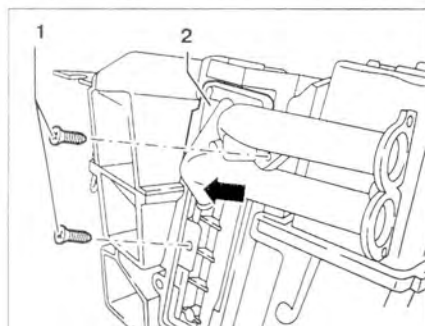

Рис. 9.57. Открутите винты 1 и отсоедините радиатор 2 от отопителя.
1. Открутите винты 1 и отсоедините радиатор 2 от отопителя (рис. 9.57).